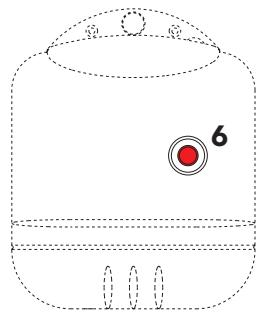

fig. 1
Ved kortvarige afbrydelser trykkes blot på afbryderen 5 (fig. 1) på kontrolpanelet, idet afbryderen indstilles i position "0".
- a Blokering af brænderen signaleret ved hjælp af den respektive kontrollampe 6 (fig. 1). Se brænderens manual.